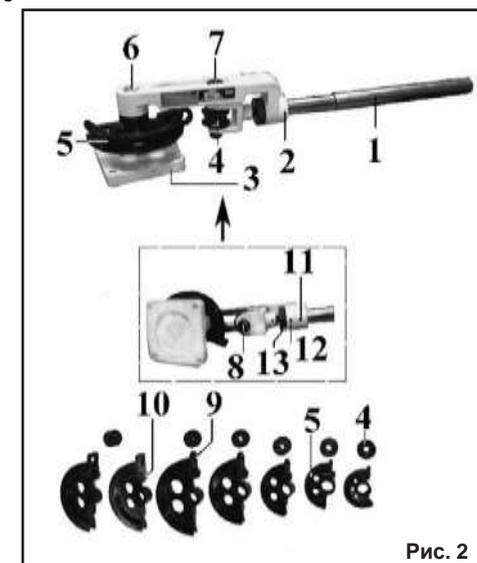

Рис. 2
4.1. Запрещается эксплуатировать трубогиб без надёжного его закрепления на прочной и устойчивой рабочей поверхности верстака с помощью болтовых соединений (не комплектуется) через отверстия в основании (3) (Рис. 2).
4.4. Не допускайте попадания рук в рабочую область между роликом (4) и оправкой (5) (Рис. 2).
4.7. В рабочей зоне трубогиба - между роликом (4) и оправкой (5) (Рис. 2) - не должны находиться мусор, стружка и другие посторонние предметы. Не допускайте накопления пыли, грязи и посторонних предметов на деталях трубогиба, а также на поверхности и внутри изгибаемой трубы.
6.1. Трубогиб состоит из следующих сборочных единиц и деталей (Рис. 2):
7. СБОРКА (Рис. 2)
Закрепите трубогиб на прочной и устойчивой рабочей поверхности верстака с помощью болтовых соединений (не комплектуется) через отверстия в основании (3), Рис. 2.
9. РАБОТА (Рис. 2)
10.3. Рабочая поверхность оправки (5) и ролика (4), Рис. 2, а также оси (6) и (7), должны быть чистыми, слегка смазанными машинным маслом.